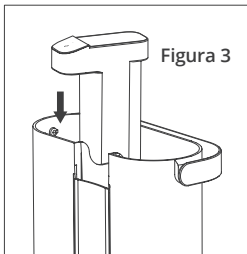

Figura 3
- Vuelva a colocar la unidad de bombeo de agua en el tanque de agua. (Figura 3)